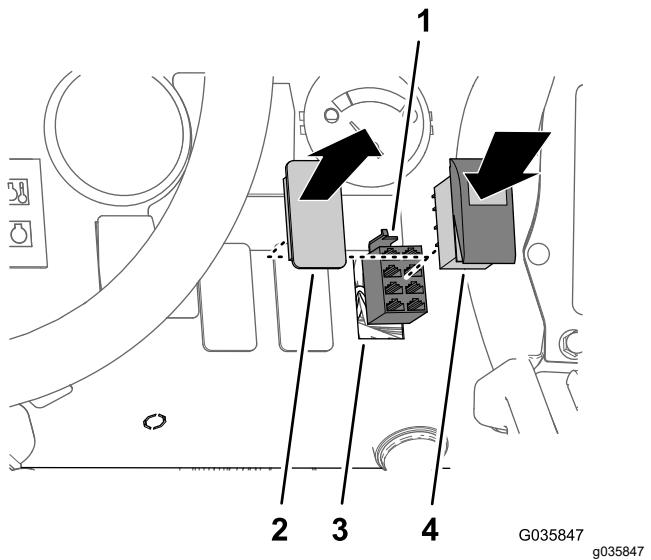

Figura 35
1. Rimuovete il tappo dell'interruttore nel pannello del cruscotto nella posizione mostrata nella Figura 35.
2. Collegate il connettore a 8 prese del cablaggio preassemblato del kit di finitura Ultra Sonic Boom indicato come SONIC MODE MANUAL VS. AUTO all'interruttore a bilanciere (Figura 35).
- Inserite l'interruttore a bilanciere nell'apertura del pannello del cruscotto fino a quando l'interruttore non scatta saldamente in posizione (Figura 35).